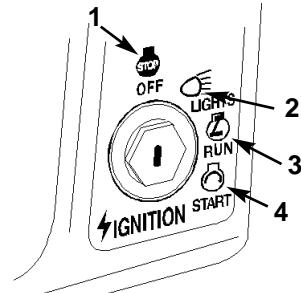

Figure 6
6. Tourner la clé de contact dans le sens horaire et la garder à la position START (DEMARRAGE) (Fig. 6). Relâcher la clé quand le moteur démarre.
2. Tourner la clé de contact sur OFF (ARRET) (Fig. 6).